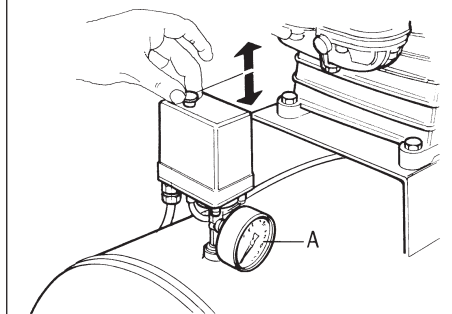
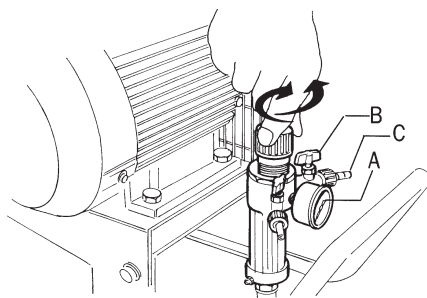

fig. 3
fig. 6
- veiller à ce que le bouton situé sur le pressostat (couleur rouge) se trouve en position de repos "OFF-0" position (*figure 3*).
Pour démarrer le compresseur, appuyez sur le bouton jusqu'à la position "ON - 1" en tirant vers le haut (dans les moteurs triphasés veillez à ce que le sens de rotation du moteur corresponde au sens indiqué par la flèche). Pour arrêter le compresseur enfoncez le bouton jusqu'à la position d'arrêt "OFF - 0" (*figure 3*).
■ Dans les compresseurs équipés de régulateur de pression, programmez la pression souhaitée moyennant la poignée de réglage (*figure 6*) de la façon suivante: dans les compresseurs équipés de poignées avec possibilité de blocage au niveau de pression souhaité, il faut s'assurer que la poignée soit libre et non bloquée avant de commencer à la tourner
pour effectuer le réglage; dans le cas contraire, il faut la débloquent en la tirant vers le haut jusqu'à dépasser le cran qui la bloque. Les poignées de réglage augmentent la pression à la sortie lorsqu'on tourne dans le sens des aiguilles d'une montre alors qu'elles la réduisent quand on tourne dans le sens contraire. Dans les régulateurs équipés de robinets à pointeau, la fermeture ou l'ouverture de l'air ne doivent absolument pas avoir lieu moyennant l'emploi de pinces ou d'autres outils sur la vanne papillon du robinet puisqu'elles pourraient provoquer la rupture du papillon B (figure 6). Dans des conditions normales, la tenue du robinet est obtenue sans aucun effort particulier. Il y a deux groupes de régulateurs de pression, dont la pression maximum d'exercice correspond à 8 et à 10 bar. Des pressions plus élevées ne permettent pas un fonctionnement correct. La valeur de la pression d'exercice sera affichée sur le manomètre A (figure 6), alors que la pression intérieure du réservoir sera affichée sur le manomètre A (figure 3).
- Raccorder au robinet C de sortie de l'air (figure 6) le tuyau de l'outil que l'on souhaite utiliser et l'ouvrir. Fermer le robinet après avoir utilisé le compresseur.